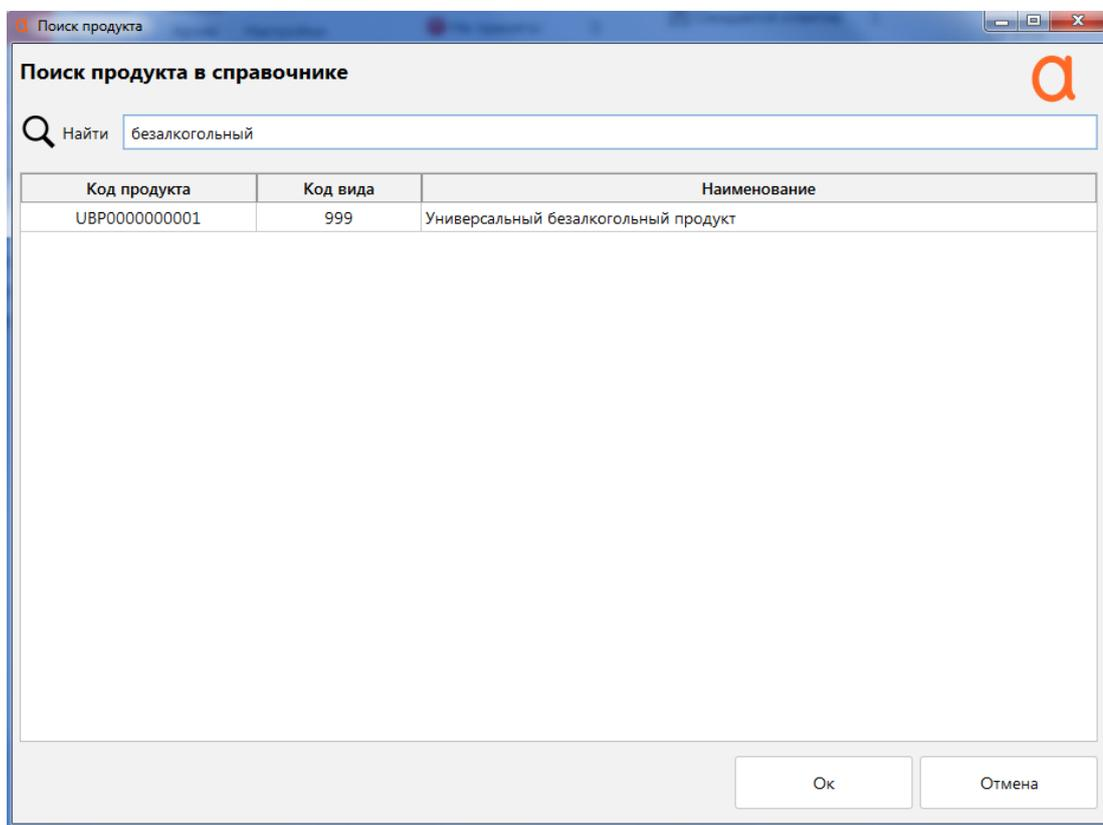

Рис. 4.4 – Поиск продукта в справочнике
- Режим работы: для выбора режима работы необходимо выбрать из выпадающего списка (1) необходимый режим работы.
- Продукт: для выбора продукта нажмите кнопку «Поиск» (2). Откроется таблица продуктов, имеющих в справочнике системы (рис. 4.4). Из данной таблицы необходимо выбрать нужный продукт и нажать кнопку «Ок».